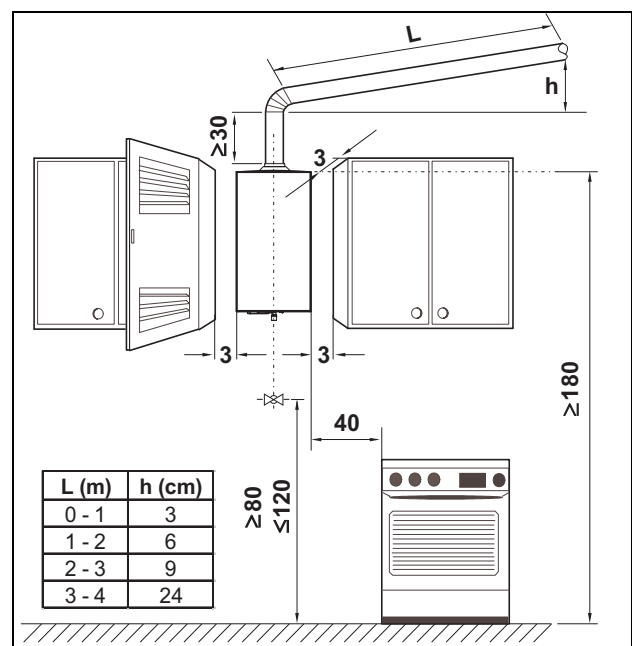

Fig. 4 Distanze minime
- Attenersi scrupolosamente a leggi e normative vigenti (UNI-CIG 7129, UNI-CIG 7131) e ad eventuali disposizioni locali riguardanti l'installazione di apparecchiature a gas e l'evacuazione dei gas combustibili. Misure d'installazione, vedi Fig. 4.
- Rispettare le distanze minime d'installazione (vedere Fig. 4).